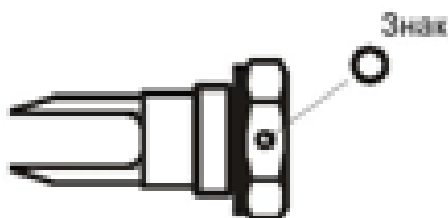

Рисунок 7 - Расположение знака на корпусе сигнализатора
2.1.7 Для ориентации вилки чувствительного элемента используйте знак на корпусе (рисунок 7).